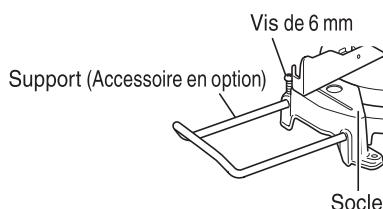

Fig. 9
- Comme l'indique la Fig. 9, installer le support dans les trous sur le côté du socle et l'attacher avec une vis de 6 mm.